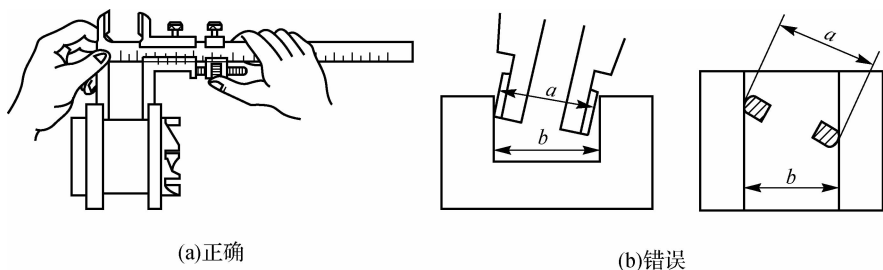

图 1-17 测量沟槽宽度时正确与错误的位置
(4)测量沟槽宽度时,也要放正游标卡尺的位置,应使卡尺两个测量刃的连线垂直于沟槽,不能歪斜(见图 1-17)。